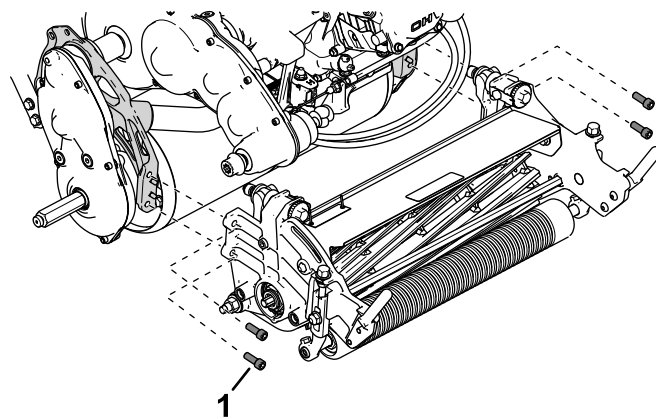

Figura 4
3. Usate le 4 viti a esagono incassato per montare l'apparato di taglio sulla macchina (Figura 4).